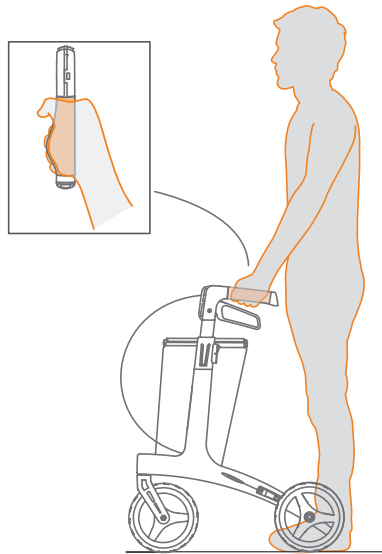

Figura 2: Posición correcta de las manos.
- Coloque siempre las manos en el centro de las empuñaduras de goma. Puede reconocer la ubicación correcta por la forma anatómica de las empuñaduras (**Figura 2**).